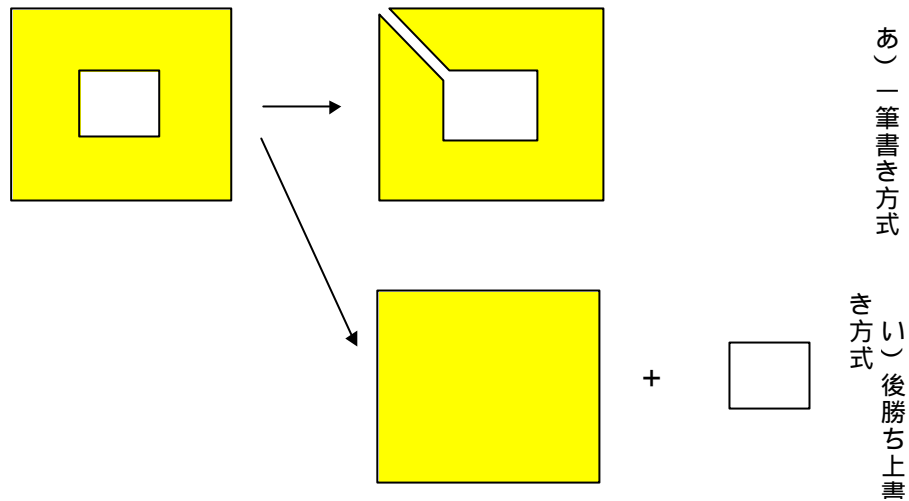

図 2 穴の記述
- ポリゴンの穴：ポリゴンの穴をどう記述するかは興味深い問題です。図 2 は実際に出会った DXF 形式データの例です。